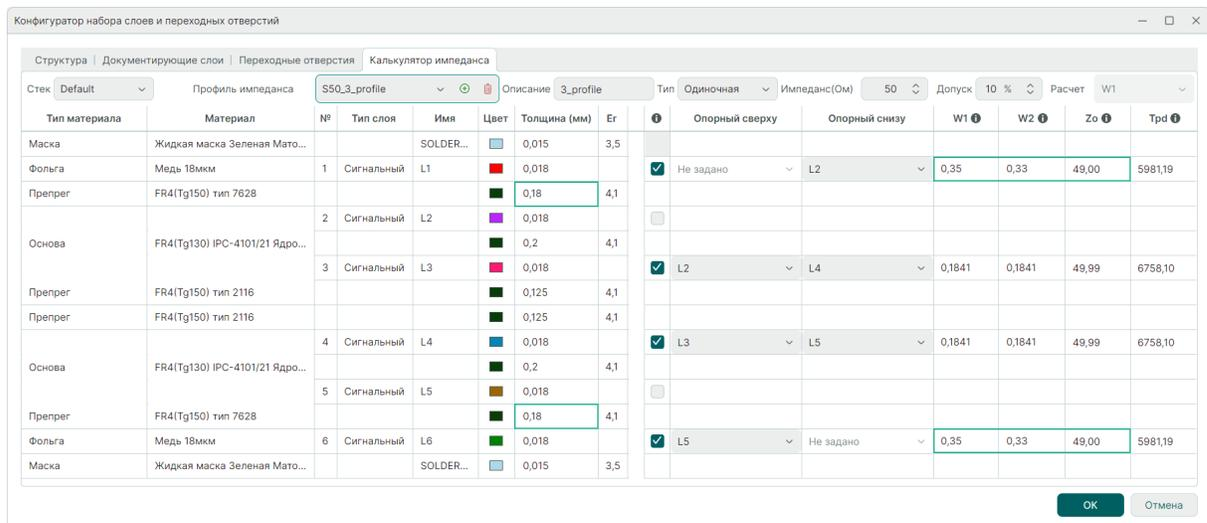

Рис. 50 Контроль рассчитанных параметров после изменения стека
8. Вернитесь во вкладку «Калькулятор импеданса» для контроля рассчитанных параметров и сохранения профиля, см. Рис. 50.